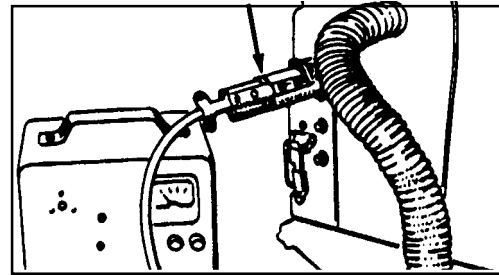

Fig. 23
2. Afbryd ladeaggregatet fra batterierne (se fig. 23).